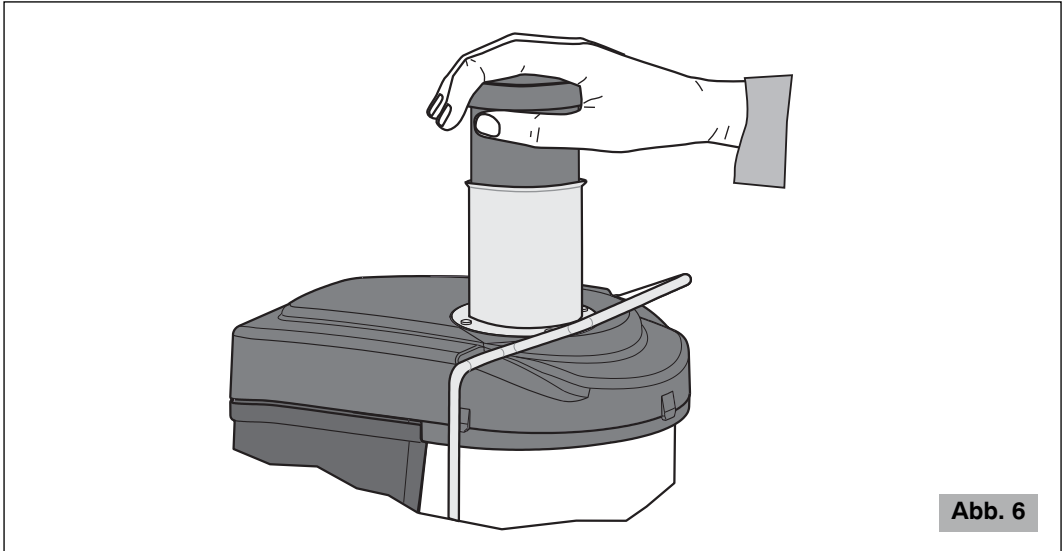

Abb. 6
- 6 Mit dem mitgelieferten Stößel, das Obst u./od. Gemüse stufenweise auf den Boden des Einfüllstutzens auf die sich drehende Reibe mit Zähnen drücken (siehe Abb. 6). Um mehr Saft zu erzielen, muss der Stößel immer langsam hinuntergedrückt werden. Kein Obst u./od. Gemüse hineingeben, wenn der Motor ausgeschaltet ist.